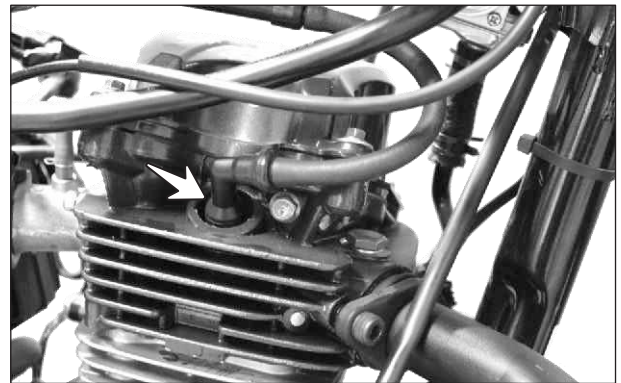

Fig. 3.24
- Desconecte el cable de la bujía y retire la bujía. (Fig. 3.24)